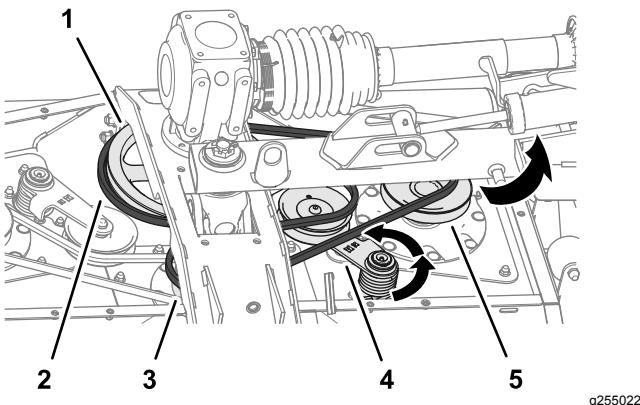

Рисунок 65
2. С помощью монтажной или аналогичного инструмента поверните натяжитель длинного ремня против часовой стрелки и снимите ремень со шкива натяжителя (Рисунок 65).
3. Сдвиньте длинный ремень с ведущего шкива, шкива среднего шпинделя и шкива правого шпинделя (Рисунок 65).